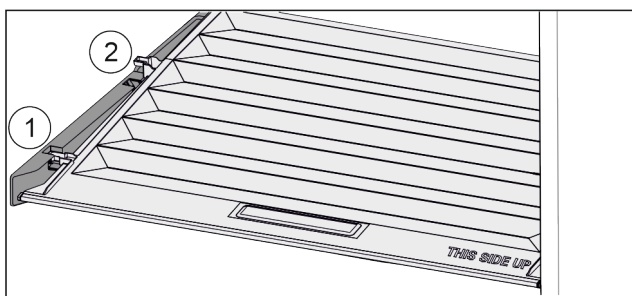

Fig. 126
- ▶ Vytáhněte víko dopředu až k otvoru v přídržných dílech Fig. 126 (1).
- ▶ Vzadu zespuďu nadzvedněte a vyjměte směrem nahoru Fig. 126 (2).